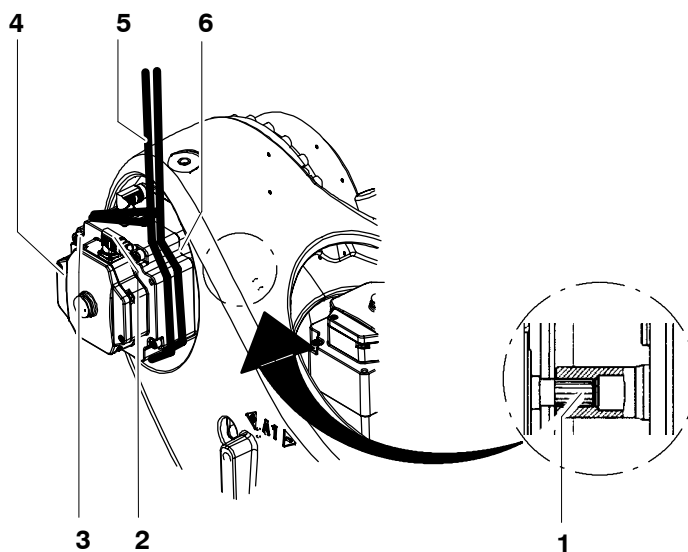

Fig. 93 Démontage et montage de l'entraînement de l'axe majeur A2
- (3) Desserrer et retirer les connecteurs XM2 et XP2 des connecteurs femelles (Fig. 93/3, 2).
- (4) Desserrer les quatre vis à six pans creux M12x30 (6) sans néanmoins les dévisser.
- (5) Bloquer l'entraînement de l'axe majeur A2 (4) avec le dispositif de levage (5).
- (6) Dévisser les quatre vis à six pans creux M12x30 (6) sans oublier les rondelles-frein et enlever l'entraînement de l'axe majeur A2.
- (1) Le cas échéant, procéder à la déconservation du nouvel entraînement de l'axe majeur A2.
- (2) Avant le montage, nettoyer les dents du servomoteur à courant triphasé (Fig. 93/1) et du réducteur, pour les enduire légèrement mais sur toute la surface avec du Microlube GL 261.
- (3) Monter l'entraînement de l'axe majeur A2 (4) avec le dispositif de levage (5).